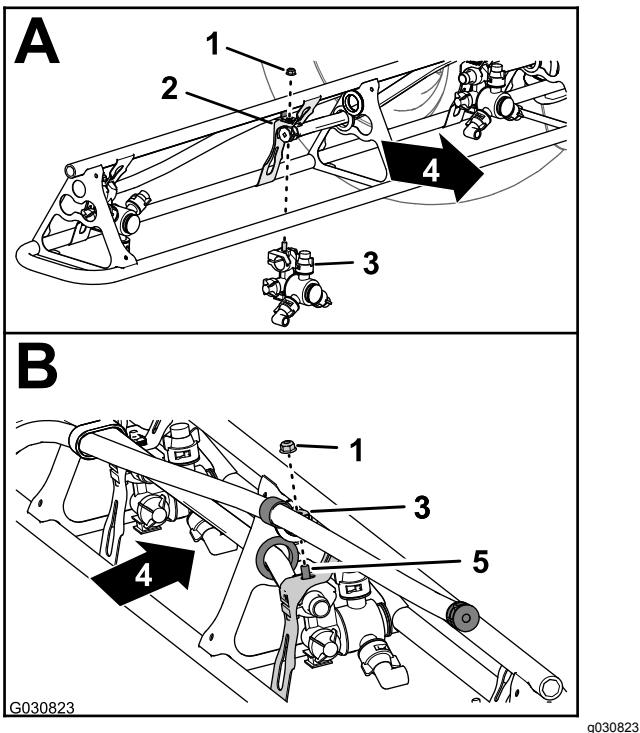

Bild 144
- Montieren Sie an den Düsenpositionen 1 und 4 die Sprühdüse mit der Sicherungsbundmutter (5/16"), die Sie in Schritt 2 in Entfernen der Sprühdüsen von den äußeren Auslegerabschnitten \(Seite 64\) entfernt haben, an der Düsenbefestigung (A in Bild 144).
entfernt haben, an der Düsenbefestigung (A und B in Bild 144).